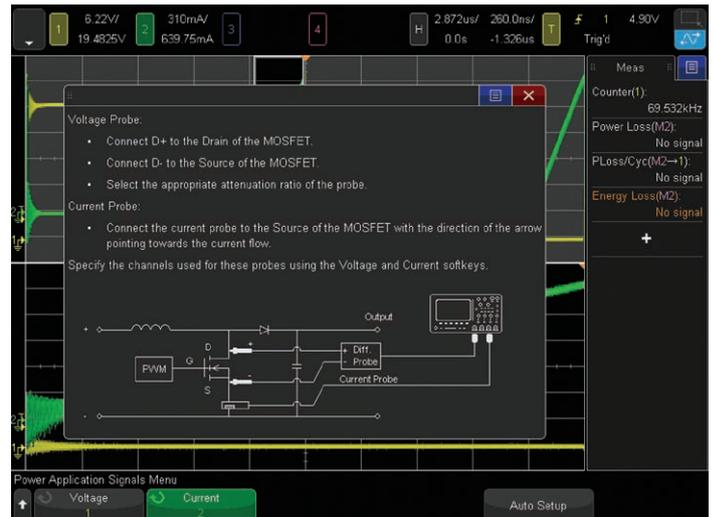

図21: スルーレート測定時の接続図
4. [Signals]ソフトキーを押し、N2790A電圧プローブを図21の画面上の接続図に示すように、オシロスコープのチャンネル1から、スイッチングトランジスタのドレイン／コレクター(赤のリード)とソース／エミッター(黒のリード)に接続します。キーサイトのSMPSトレーニングキットを使用する場合は、TP3(赤のリード)とTP4(黒のリード)に接続します。